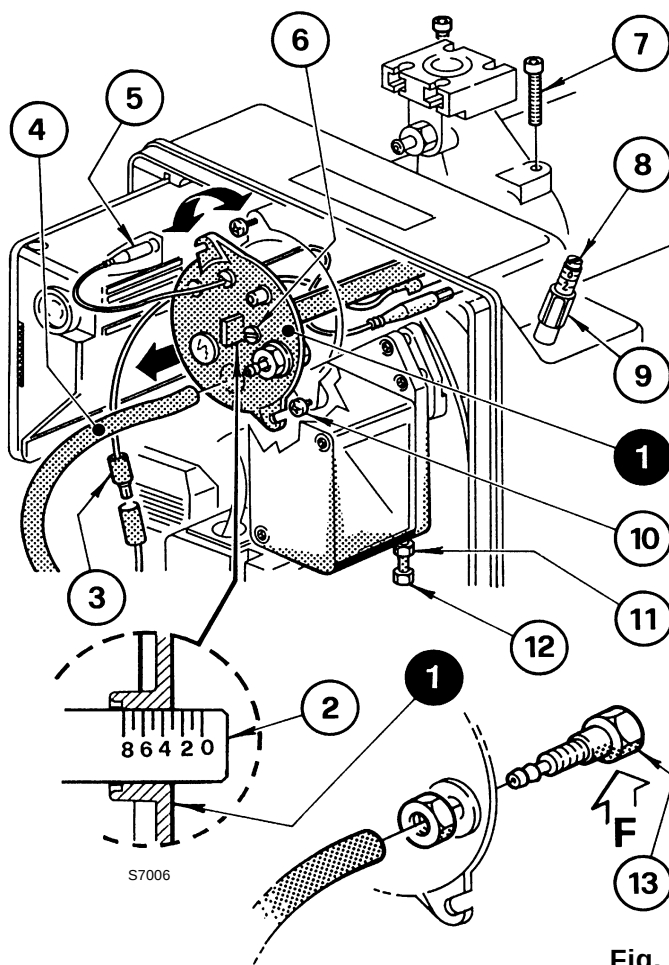

Fig. 9
4.2 AFSTELLING BRANDERKOP, (zie fig. 9)